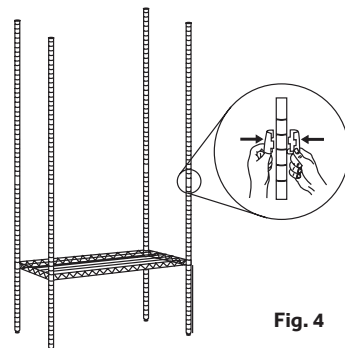

Fig. 4
6. Plaats de volgende plank op de gewenste hoogte door de groeven op de paal te tellen. Bevestig een paalmof en herhaal deze procedure bij alle palen [fig. 4].